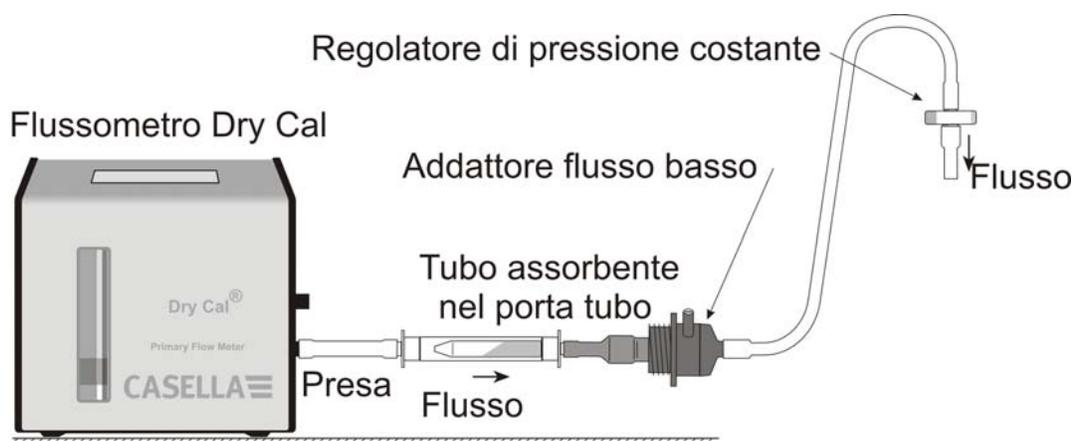

Figura 14 Utilizzo con Adattatore di flusso basso
3. Dall'entrata dell'unità TUFF, collegare i seguenti dispositivi: il regolatore di pressione costante, l'adattatore di flusso basso, il porta tubo assorbente e un flussometro come ad es. il Dry Flow o il Dry Cal come mostrato in figura 14.